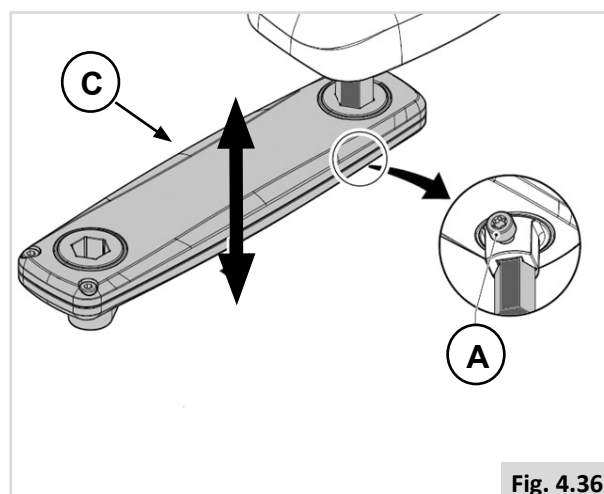

Fig. 4.36
Vooraf instellen van de diepte van de bediening (1) (Fig. 4.36).
1. Draai (A) los.
2. Schuif (C) in de gewenste positie.
3. Draai vast (A).